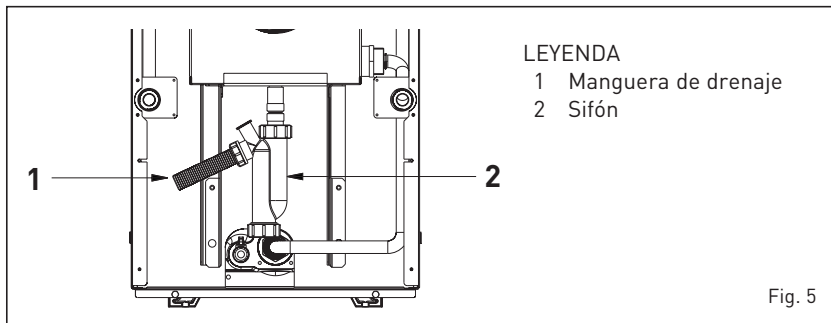

Fig. 5
1.6 CONEXIÓN DESCARGA CONDENSACIÓN (fig. 5)
1.7 MONTAJE DEL REVESTIMIENTO (fig. 5/a - fig. 5/b)